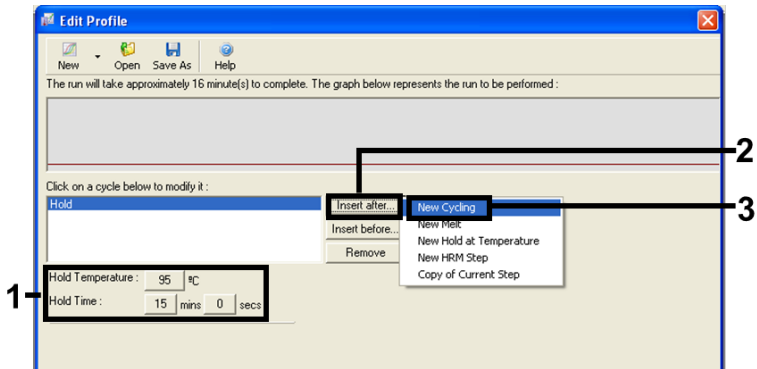

Figura 5. Passo inicial de incubação a 95 °C.
7. Configure o valor no campo Hold Temperature (Temperatura em espera) para 95 °C e o valor no campo Hold Time (Tempo em espera) para 15 mins 0 secs (15 min. 0 s). Clique em Insert After (Inserir a seguir) e, em seguida, selecione New Cycling (Nova ciclagem) (Figura 5).